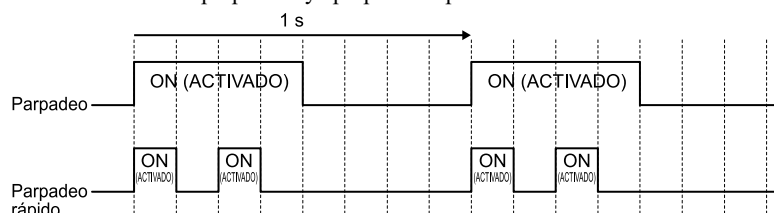

Figura 5.3 Estados de parpadeo del LED
*1 Consulte en Figura 5.3 la diferencia entre "parpadeo" y "parpadeo rápido".